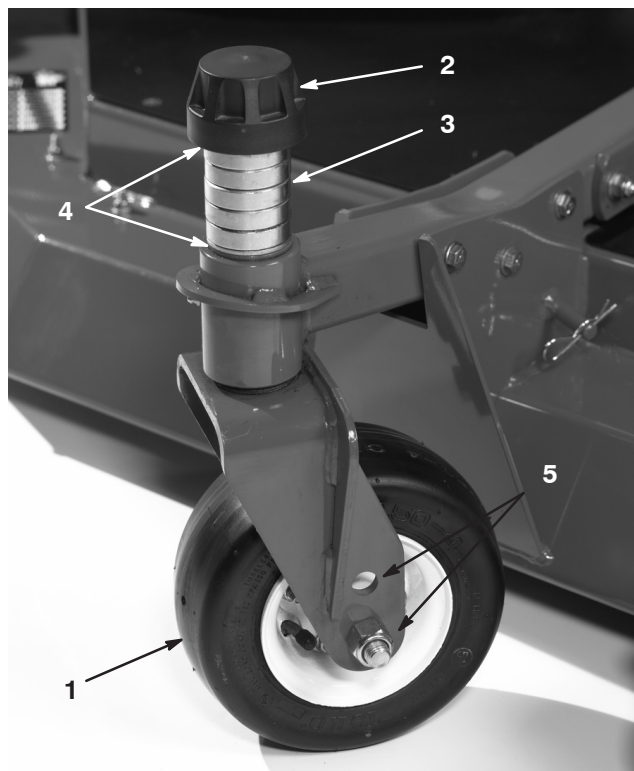

Bild 6
3. Entfernen Sie die Spannkappe von der Spindelwelle (Bild 6) und schieben Sie die Spindel aus dem Laufradarm. Ziehen Sie zwei Beilagscheiben (3 mm) so auf die Spindelwelle, wie sie ursprünglich montiert waren. Diese Beilagscheiben sind erforderlich, um alle Mähwerke über die Breite auf ein Niveau zu bringen. Ziehen Sie die erforderliche Anzahl von 13-mm-Distanzstücken auf die Spindelwelle, um die gewünschte Schnitthöhe herbeizuführen; ziehen Sie dann die Scheibe auf die Welle auf.